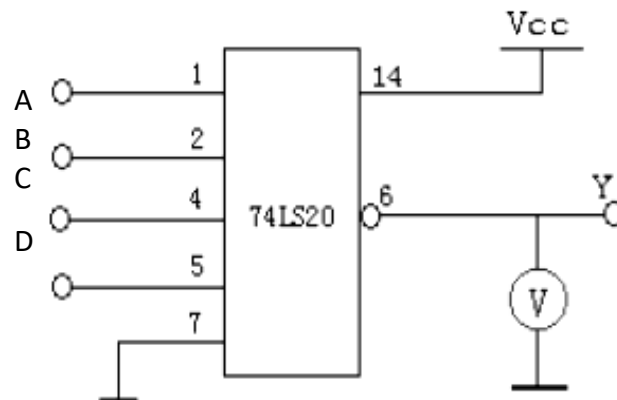

图1.1 双四输入与非门
- (1) 选用双四输入与非门74LS20一只, 插入面包板, 按图1.1接线
- (2) 将逻辑电平开关按表 1.1 状态转换, 测出输出逻辑状态值及电压值填表。